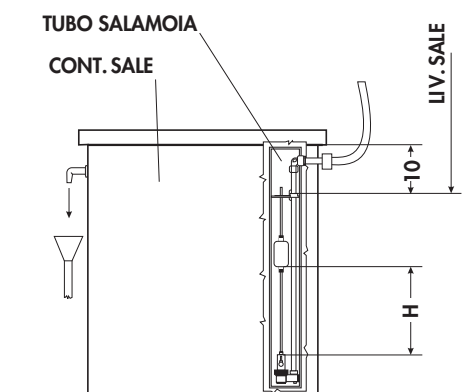

Fig. 5
- Riempire il contenitore di sale fino a 10 mm. dal bordo tubo salamoia (Fig. 5).